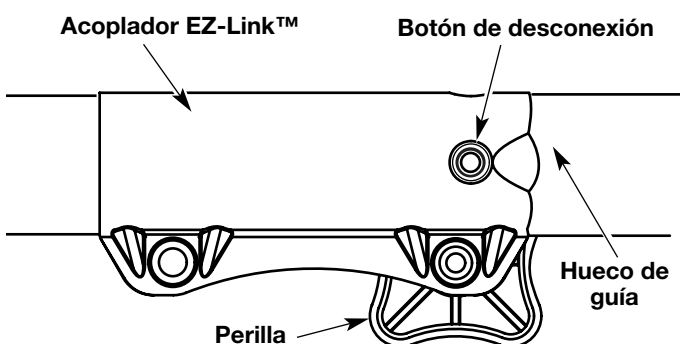

Fig. 9
1. Gire la perilla en sentido antihorario para aflojarla (Fig. 9).
2. Opima y sostenga el botón de desconexión (Fig. 9).
**NOTA:** La alineación del botón de desconexión con el hueco de guía facilitará la instalación (Fig. 9).